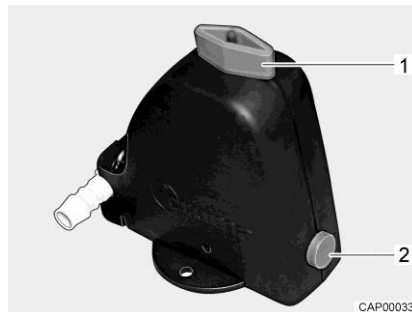
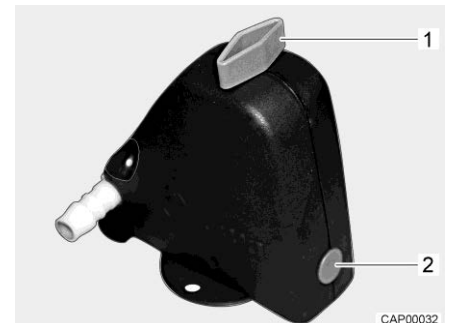

Bild 138 Säkerhets-/avtappningsventil öppen
Bild 139 Säkerhets-/avtappningsventil stängd
- Stäng säkerhets-/avtappningsventilen. Ställ vredet (Bild 138,1) diagonalt mot säkerhets-/avtappningsventilen och tryck in tryckknappen (Bild 138,2). Den stängda säkerhets-/avtappningsventilen visas i Bild 139.